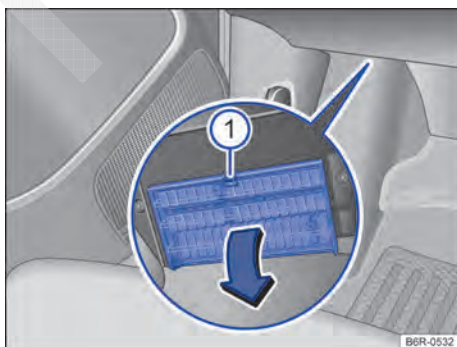

Fig. 140 No lado do condutor embaixo do painel de instrumentos: abrir a cobertura da caixa de fusíveis. ▶
- **Abrir:** pressionar a alavanca de travamento → Fig. 140 ① até que a cobertura se abra.
- **Fechar:** rebater a cobertura no sentido contrário à seta até que ela se trave audivelmente na alavanca de travamento ①.